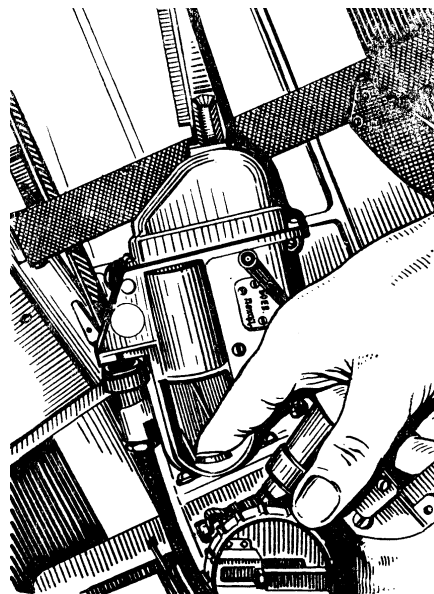

Рис. 88. Натискання на гачок механізму пуску під час пуску ракети
- зробити пуск ракети натисканням на гачок механізму пуску (рис. 88);